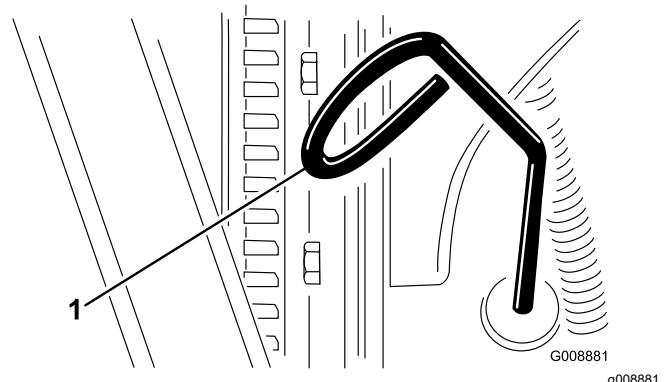

Figure 27
- Retirez la jauge (Figure 27) et essuyez-la sur un chiffon propre.